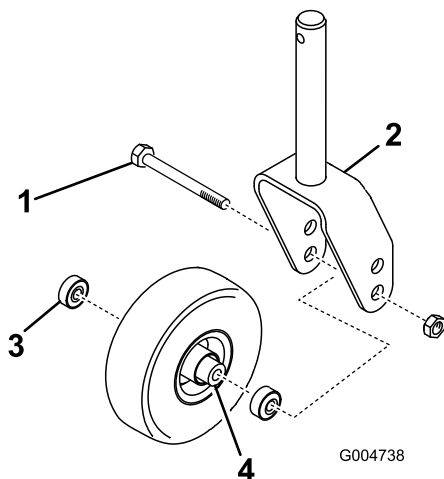
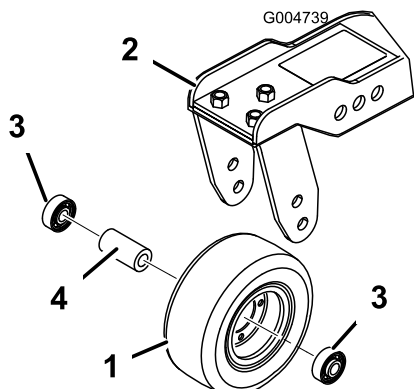

Figure 103
Figure 104
1. Retirez le contre-écrou du boulon qui fixe la roue pivotante entre la fourche (Figure 103) ou le bras de la roue pivotante (Figure 104).
2. Enlevez le roulement du moyeu de la roue et laissez tomber la douille d'écartement à l'extérieur (Figure 103 et Figure 104).